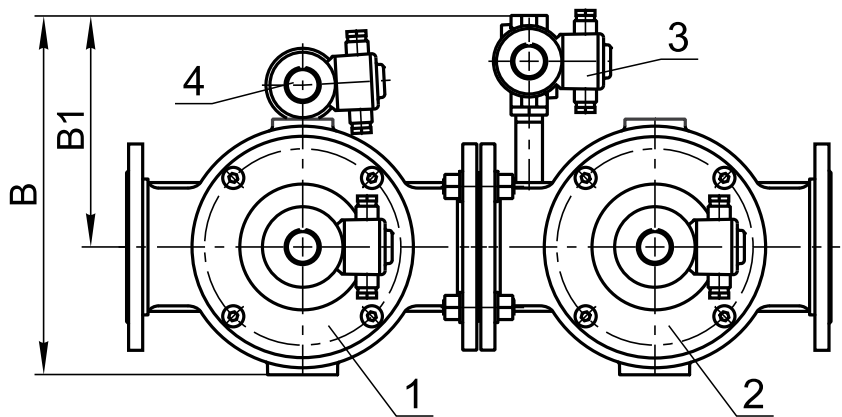

Рис. 23-48
Клапан свечи безопасности может располагаться справа по ходу газа (рис. 23-47) или слева (рис. 23-48).
* Габаритный размер «В» (ширина) приведен для правого исполнения блоков (рис. 23-47). Для левого исполнения блоков (рис. 23-48) данный размер необходимо уменьшить на 75 мм.